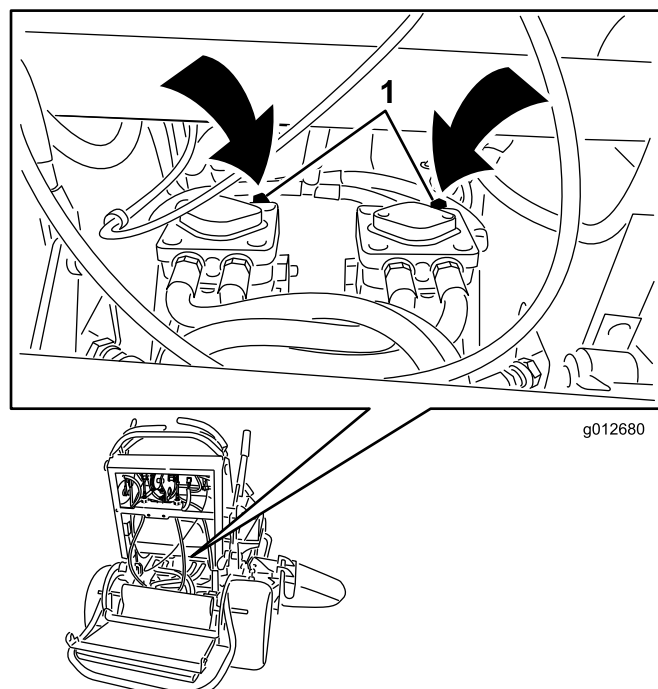

Figura 24
3. Abra las válvulas de desvío de ambas bombas girándolas 1 o 2 vueltas en el sentido contrario a las agujas del reloj. Esto permite que el aceite hidráulico se desvíe alrededor de la bomba, dejando que las ruedas giren (Figura 24).